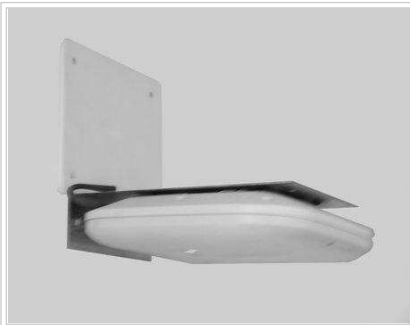

Fig. 2 Jack en caja de registro embutida
- En caso de que el cableado de datos llegue al access point a través de canalizaciones embutidas no se requiere la instalación de la caja de registro exterior dado que el módulo jack RJ-45 se ubicará en la caja embutida en la cual finaliza la canalización Fig. 2.